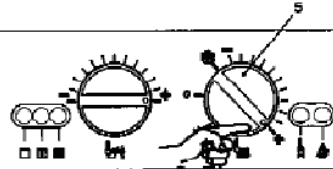

fig. 7.3
- 2 Rodar o selector 5 como na fig. 7.3